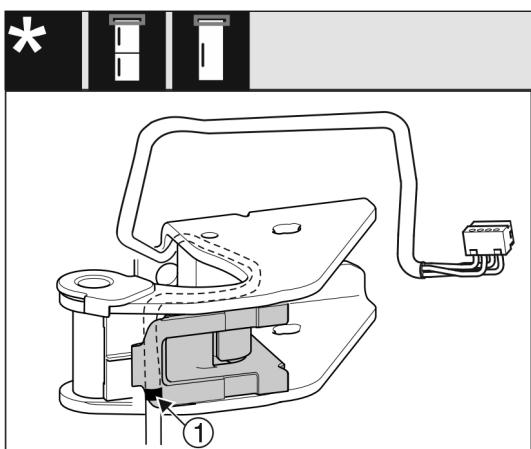

Fig. 26
- ▶ При этом средняя маркировка должна находиться на краю держателя кабеля Fig. 26 (1).